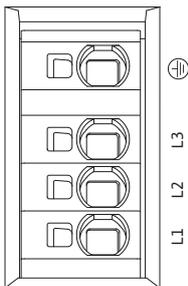

Fig. 33: Bornes de potencia (bornes de alimentación eléctrica)
- Bornes de potencia (bornes de alimentación eléctrica) (Fig. 33)